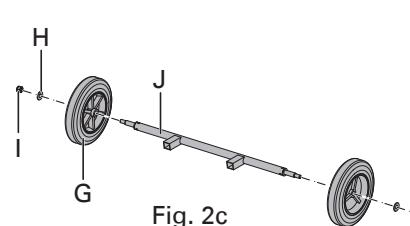

Fig. 2c
- Glisser une roue (G), une grosse rondelle plate 10 (H) et un écrou de blocage M10 (I) sur l'essieu de la roue (J), fixer la roue en place en serrant l'écrou de blocage M10. Répéter avec la deuxième roue. (Fig. 2c)